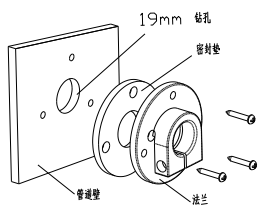
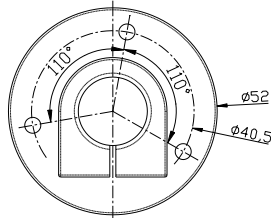

图 10
图 11
1.探头插入风道安装：如下图10所示，在风道上钻直径为19mm的通孔，首先将密封垫与法兰密封固定在风道上，再将探头穿过法兰插入风道，调整好插入深度后，锁紧法兰螺丝使其抱紧探头。法兰安装尺寸如下图11。如有可能，也可将探头连接电缆通过墙体内预埋管敷设，这样会使安装更为美观。